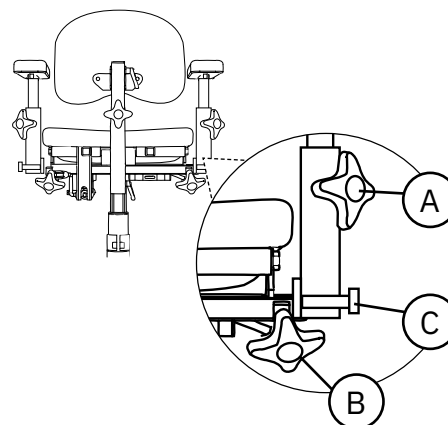

Figure 5.49. Accoudoirs pliables.
Les accoudoirs pliables sont réglables en hauteur (A), en largeur (B) et peuvent être repliés vers l'arrière (C), voir figure 5.49.